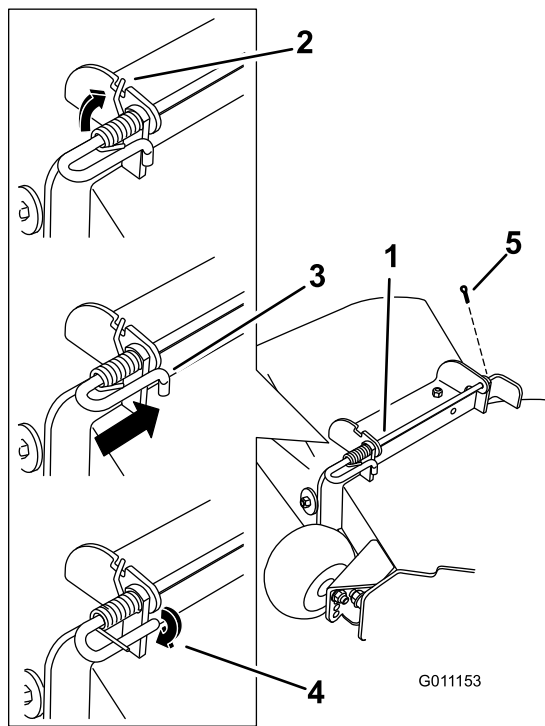

Figure 71
5. Soulevez le côté long du ressort et placez-le dans le cran du support de l'ensemble déflecteur (Figure 71).
6. Fixez l'ensemble tige et ressort en le tournant de sorte à pouvoir placer l'extrémité courte de la tige derrière le support avant soudé au plateau de coupe (Figure 71).
7. Remettez la goupille fendue (Figure 71).